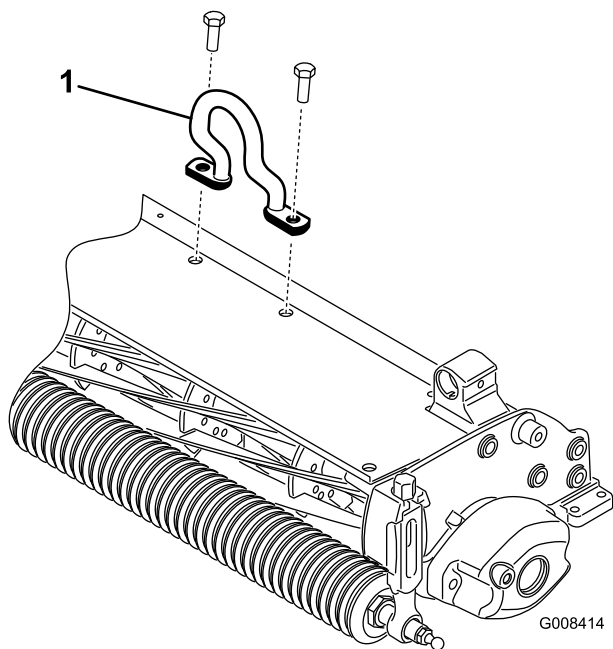

Figura 12
2. Installate il gancio di sollevamento sfalsato (Figura 12) sulla parte superiore dell'apparato di taglio con (2) bulloni M10-1,5. Serrate i bulloni a una coppia di 34-41 Nm. Il gancio di sollevamento sfalsato deve essere posizionato con la parte superiore rivolta in avanti.